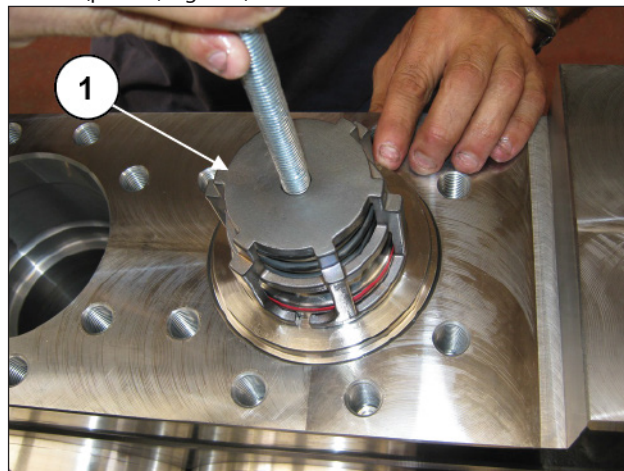

Fig. 170
Estrarre il gruppo valvola mandata mediante l'utilizzo di un estrattore a massa battente da applicare al foro M12 del guida valvola (pos. ①, Fig. 170).